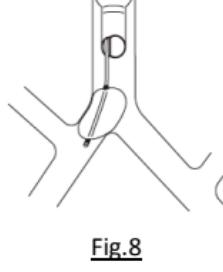

Fig.8
- 1)&2) Les problèmes mentionnés précédemment peuvent résulter du fait que le ballonnet du bloqueur est hors position dans la lumière de la trachée (hernie) en réduisant ainsi le diamètre (Fig. 8).
- Si une hernie du type décrit en Fig. 8 apparaît, l'hypoxémie peut être supprimée par simple dégonflage du ballonnet.